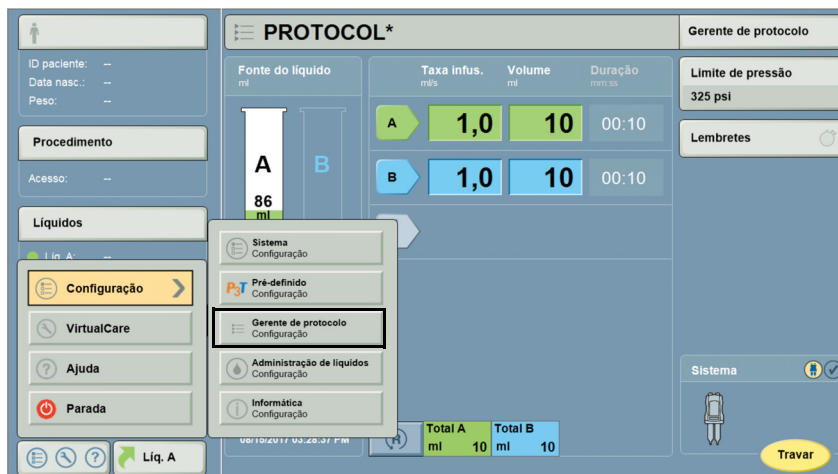

Figura 13 - 5: Categorias de configuração (configuração do gerente de protocolo)
2. Selecione **Configuração do gerente de protocolo**. Consulte Figura 13 - 5: Categorias de configuração (configuração do gerente de protocolo).